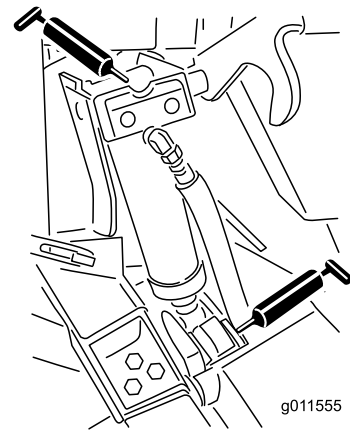

Figure 70
- Bagues de vérin de levage (4) (Figure 70).